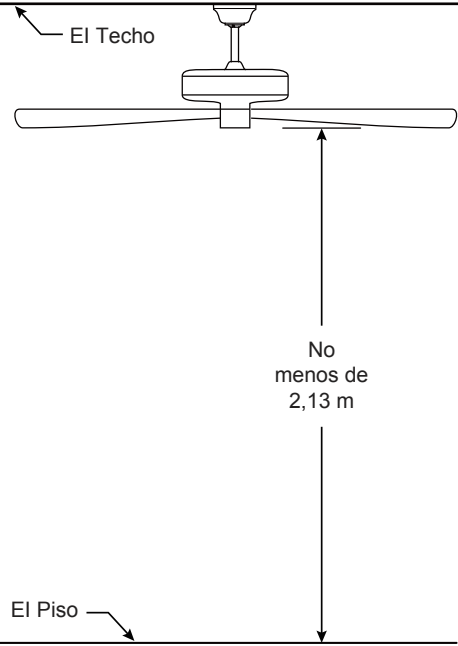

Figura 2
Uso de perfil profundo (Figura 2)
2. Retire el clip de horquilla y pasador de horquilla de la parte inferior de la bola para colgar. Retener el pasador y clip para la reinstalación en el paso 4. (Figura 2)
Debe colgar el ventilador a una distancia mínima de 2,13 m desde las aspas hasta el piso. (Figura 2)
Para evitar una posible descarga eléctrica, asegúrese de cortar la alimentación eléctrica de la caja de fusibles principal antes de alambrado el ventilador. (Figura 2)
2. Coloque y ajuste firmemente la cubierta para el tornillo de la base sobre los tornillos de reborde de la abrazadera para colgar mediante el mecanismo de seguro por giro del chavetero. (Figura 2)
2. Instale la ensamble de la placa de iluminación en el soporte utilizando las dos ranuras principales de conexión. Vuelva a colocar el tornillo retirados previamente y asegure los tres tornillos. (Figura 2)
- 2.** Restaure la fuente de alimentación de la toma de corriente enciendo la electricidad del fusible principal. (Figura 2)